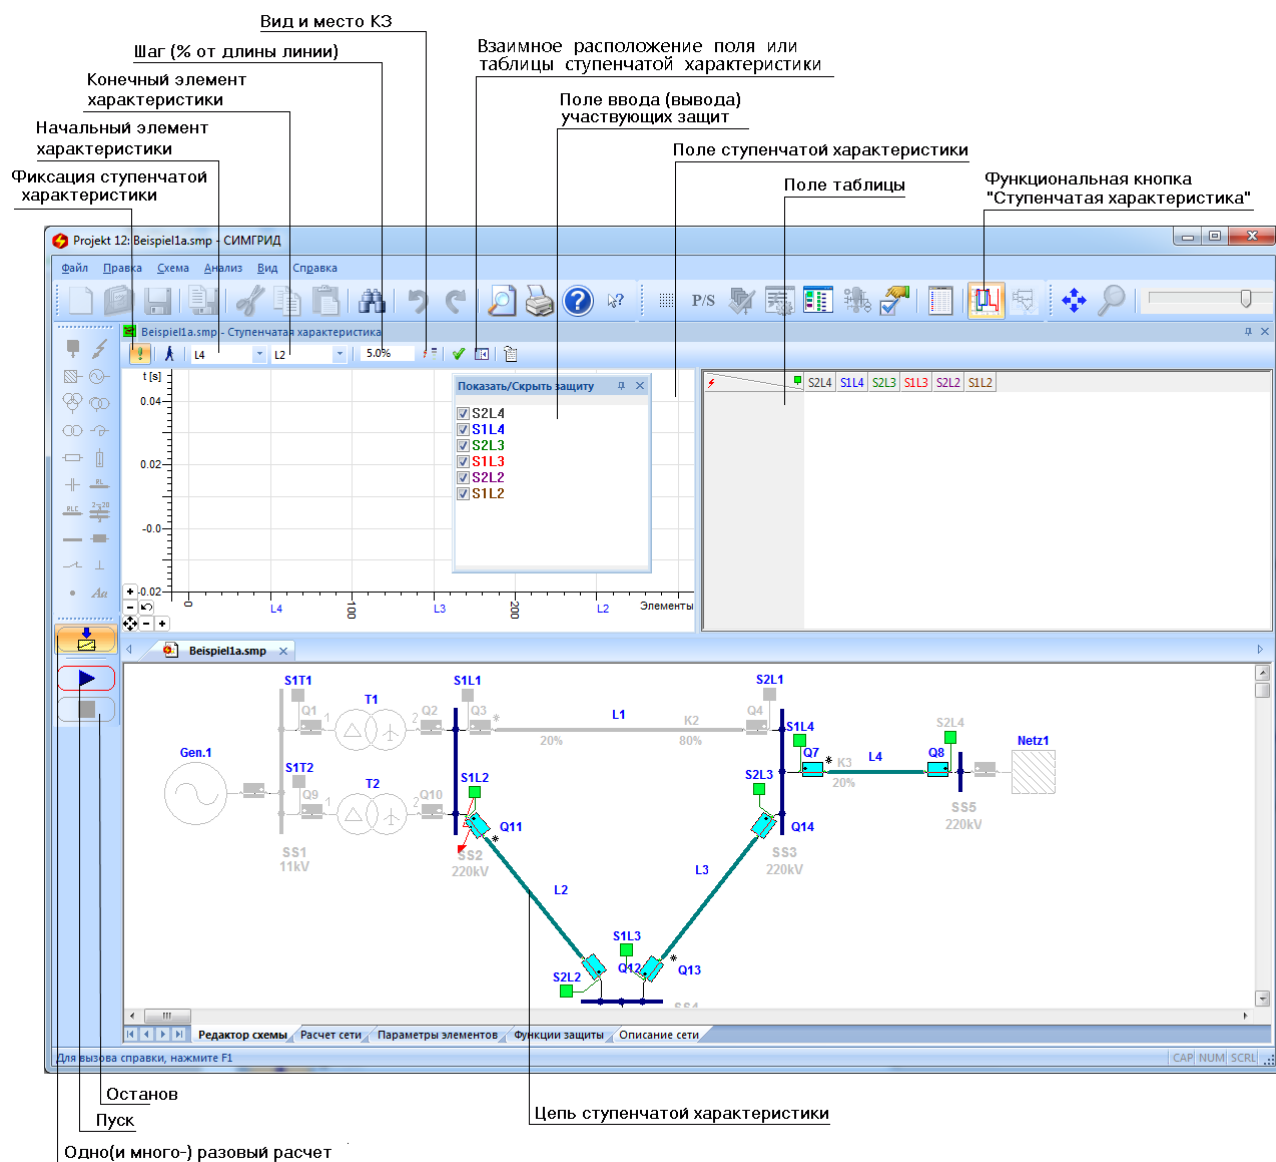

Рис. 8.1. Окно "Ступенчатая характеристика"
Ступенчатая характеристика или щелчком на функциональной кнопке  в ряду кнопок *Опции*. В результате рабочее окно программы разделяется горизонтально на 2 части. Рабочее окно редактора смещается вниз, вверху открывается вышеупомянутое окно «Ступенчатая характеристика» (рис. 8.1). Оно состоит из верхней части - панели управления и нижней, разделенной на 2 половины. В левой половине размещается диаграмма ступенчатой характеристики, а в правой - таблица.
- Выбираем в выпадающих списках начальный и конечный элемент цепи (рис. 8.1).
Для получения диаграммы траектории вектора Z на всей выбранной цепи необходимо подвести мышь к полю с названием соответствующей защиты в верхней строке таблицы ступенчатой характеристики и дважды нажать левую кнопку мыши. Так, например, для анализа чувствительности и селективности защиты S1L2 в начале линии L2 (цепь L2, L3 – рис. 8.1), проводим следующие действия: